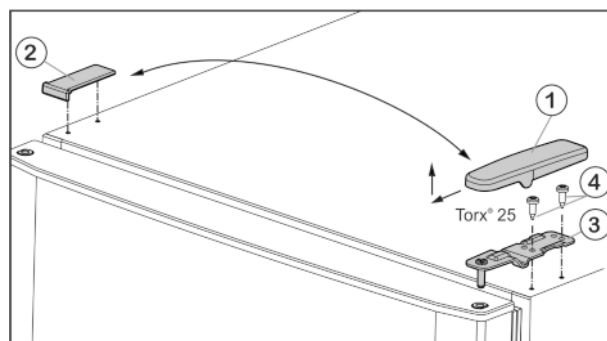

Fig. 4
- Estrarre la copertura Fig. 4 (1) tirandola in avanti e verso l'alto.
- Staccare la copertura Fig. 4 (2).
- Svitare il blocco di supporto superiore Fig. 4 (3) (2 x Torx® 25) Fig. 4 (4) ed estrarre tirando verso l'alto.
- ▶ Inserire il blocco di supporto superiore Fig. 4 (3) sul nuovo lato della cerniera nella porta.
- ▶ Avvitare il cuscinetto di supporto superiore **saldamente (con 4 Nm)** (2 giri con chiave Torx® 25) Fig. 4 (4). Eventualmente utilizzare un avvitatore a batteria.
- ▶ Applicare il coperchio Fig. 4 (1) sul lato opposto dall'esterno e bloccarlo.
- ▶ Applicare il coperchio Fig. 4 (2) sul lato opposto dall'alto e bloccarlo.